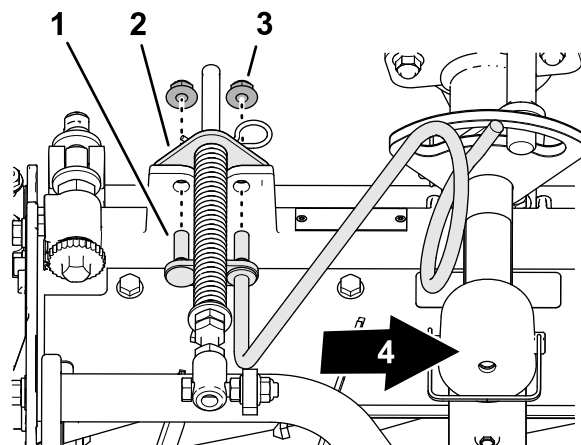

Рисунок 15
- Совместите шпильки правой направляющей шланга с отверстиями в раме режущего блока и кронштейне компенсатора состояния грунта (Рисунок 15).